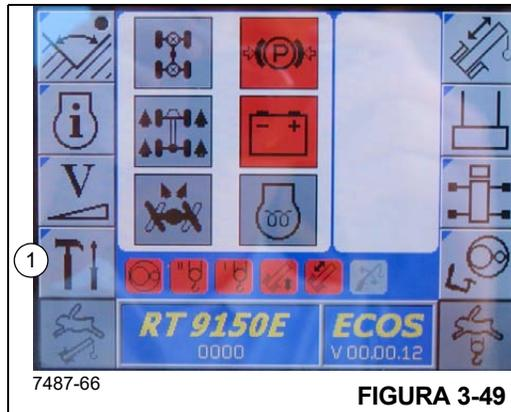

FIGURA 3-49
1. Se necessário, abra o menu principal (*Esc*) e pressione o botão F4 (1) (Figura 3-49) uma vez. O submenu Configurações se abre (Figura 3-50).